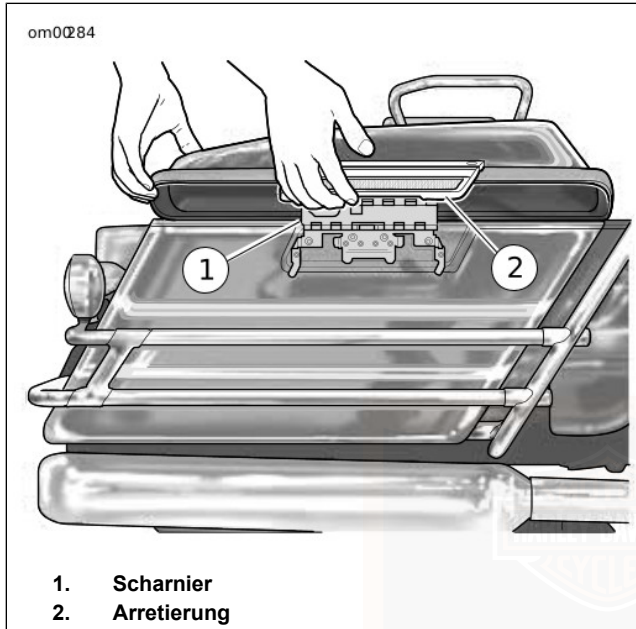

Abbildung 13. Satteltaschen: FLHT/FLTR
1. Siehe Abbildung 13. Zugverriegelung öffnen.
1. Siehe Abbildung 13. Mit beiden Händen die AUSSENSEITIGEN Ecken des Deckels nach oben halten und die Innenkante nach hinten schieben, bis die Halterungen zusammengeschoben sind.